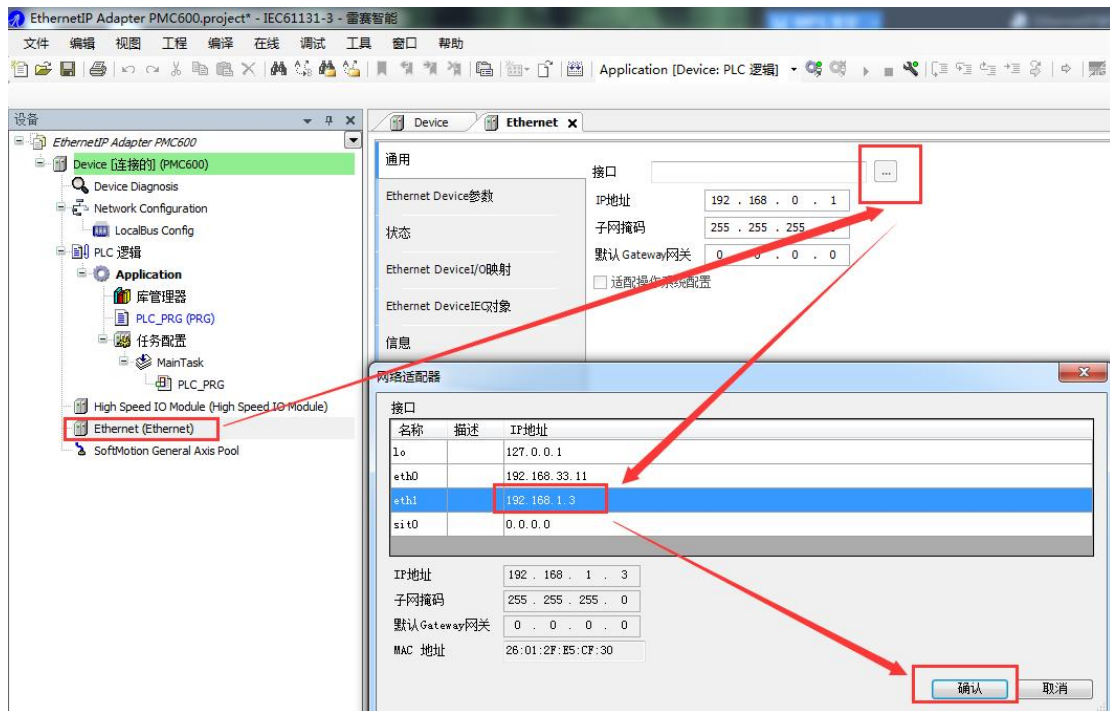

图 13.71 设置 IP 地址
3) 鼠标双击 Ethernet 设备，选择所使用的网口，这里用的是 192.168.1.3，然后点击确认，如图 13.71 所示。